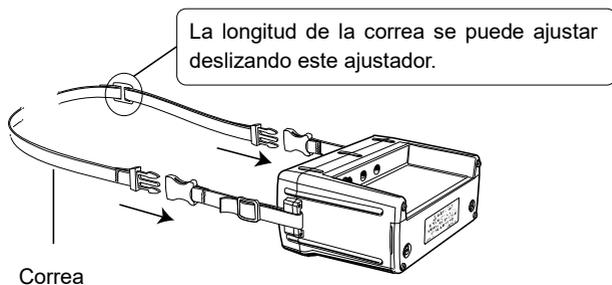

Fig. 14-3
(3) Acople ambos extremos de la Correa a la Correa lateral. (Ver Fig. 14-3.)